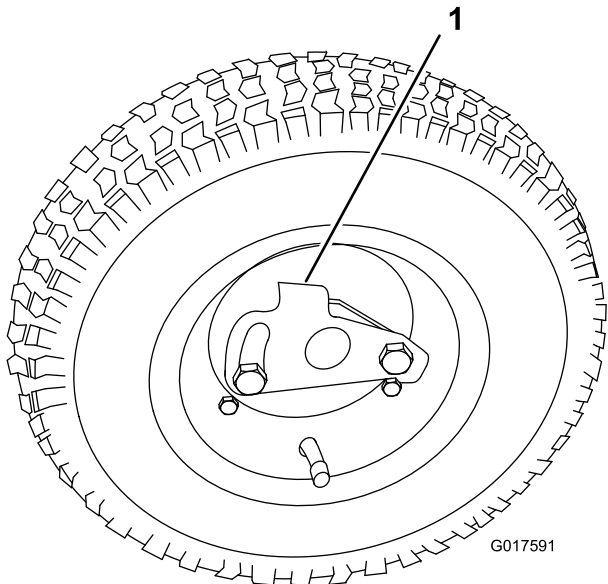

图8
1. 将行走轮滑动到轴上图8。
2. 转动行走轮锁定夹使其离开轮的中心将行走轮滑动到轴上图8。